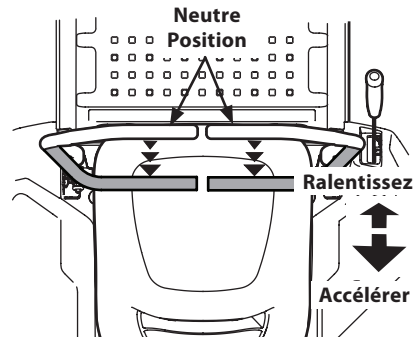

Figure 24
1. Déplacez lentement et uniformément les deux leviers de contrôle vers l'arrière. Le tracteur commencera à se déplacer en sens inverse. Consultez la Figure 24.